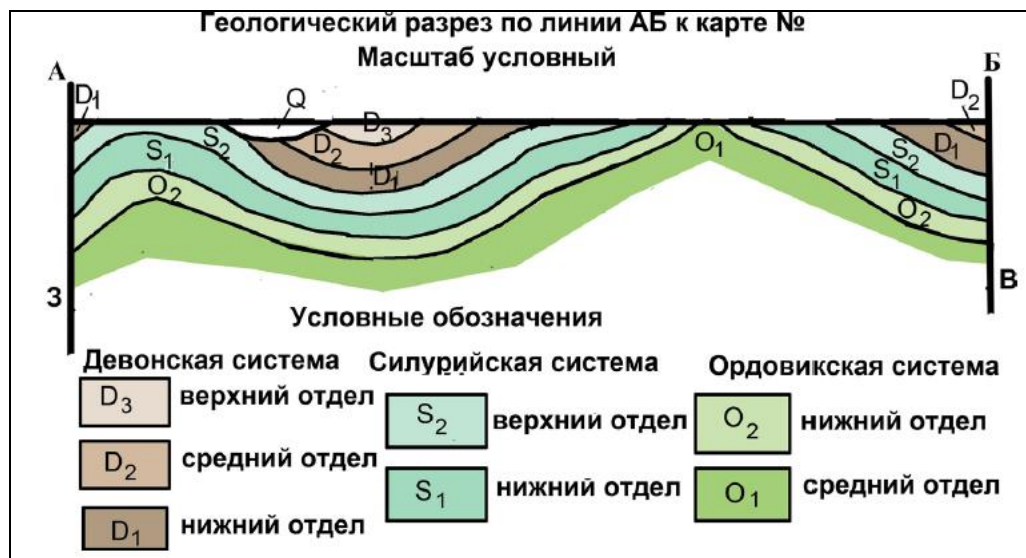

Рисунок 3- Пример оформления геологического разреза
4. Оформить работу в соответствии с правилами. Рисунок 3.